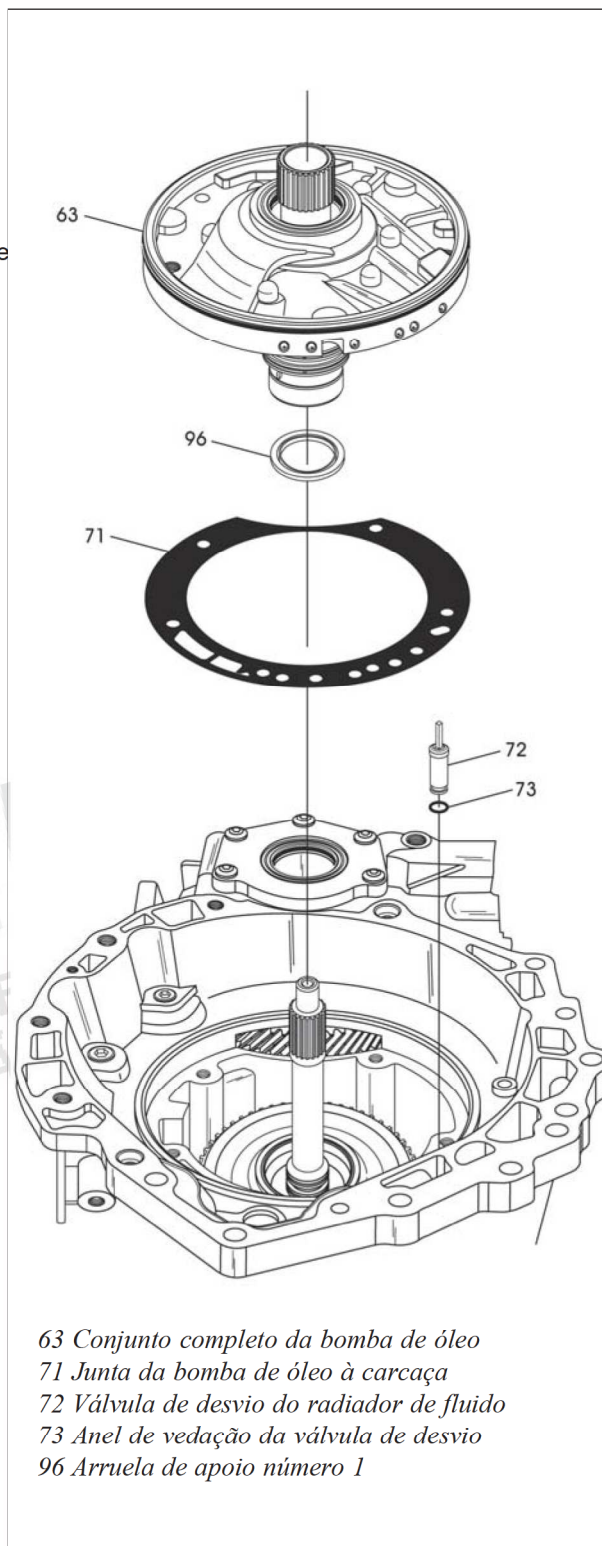

Figura 62
39. Remova completamente o conjunto da bomba de óleo, conforme mostra a figura 62.
O rolamento de apoio número 1 pode estar preso à parte traseira da bomba de óleo (Veja figura 62).
41. Remova e descarte a junta da bomba de óleo à carcaça, conforme mostra a figura 62.